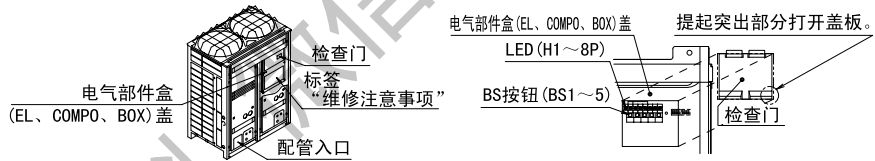
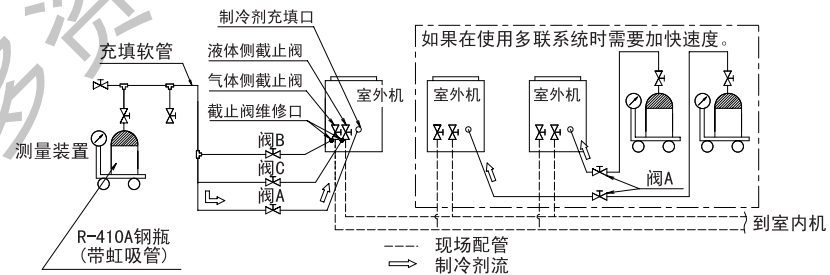

图3
图4
- 请按照第 81 页中所示的 [制冷剂充填操作步骤] 进行制冷剂充填操作, 充填“追加充填量”的剩余制冷剂。进行制冷剂充填操作时, 使用室外机 (多联系统主机的情况下) 的 P 板 (AIP) 上的 BS 按钮。(请参见图 3) 此外, 通过阀 A 从制冷剂充填口充填制冷剂。(请参见图 4)
室外温度为 30°C DB 的情况下 1 小时大约可以充填 22kg 的制冷剂 (0°C DB 的情况下 6kg)。如果在使用多联系统时需要加快充填速度, 如图 4 所示将制冷剂钢瓶连接至各室外机。
(1) 打开液体侧和气体侧截止阀（必须关闭阀 A ~ C。阀 A ~ C 指的是图 4 中的阀。）